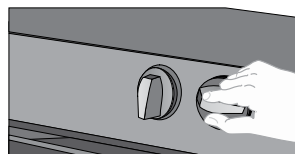

Figura 42.
- Presione la perilla y gírela hasta una de las cinco posiciones de temperatura especificadas sobre la tapa de control según sus necesidades (Ver figura 42).